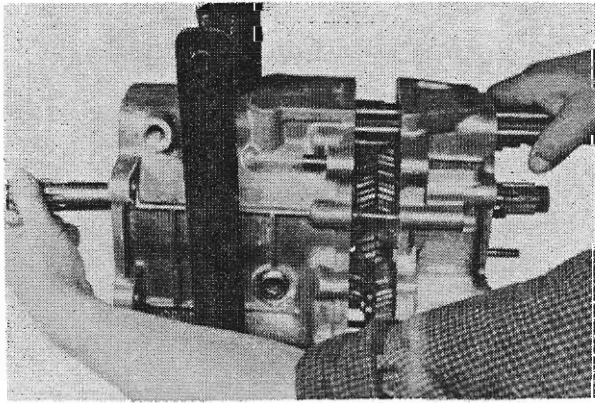

Abb. 11
9. Gehäusedeckel mit Schaltschienen, Hauptwelle und Vorgelegewelle aus dem Gehäuse ziehen (Abb. 11).